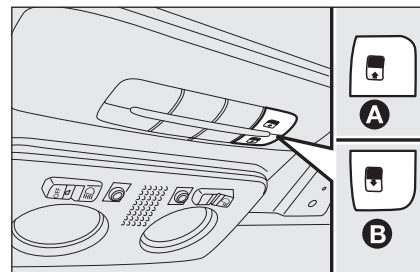

fig. 77
Per chiuderle seguire il procedimento inverso. Il funzionamento del tetto apribile avviene solo con chiave di avviamento in posizione **MAR**. I comandi **A** e **B** fig. 77 posti su plancia dedicata vicino alla plafoniera anteriore comandano le funzioni di apertura/chiusura tetto apribile.
Premere il pulsante **B**-fig. 77 e mantenerlo premuto, il pannello vetro anteriore si porterà in posizione “spoiler”; premere nuovamente il pulsante **B** e, agendo sul comando per più di mezzo secondo, si innescerà il movimento del cristallo del tetto che prosegue automaticamente fino ad una posizione intermedia (posizione “Comfort”).
Dalla posizione di apertura completa, premere il pulsante **A**-fig. 77 e, se si agisce sul pulsante per più di mezzo secondo, il cristallo anteriore del tetto si porterà automaticamente in posizione intermedia (posizione “Comfort”).
- ☐ premere il pulsante **A**-fig. 77 fino alla completa chiusura del tetto. Rilasciare il pulsante;